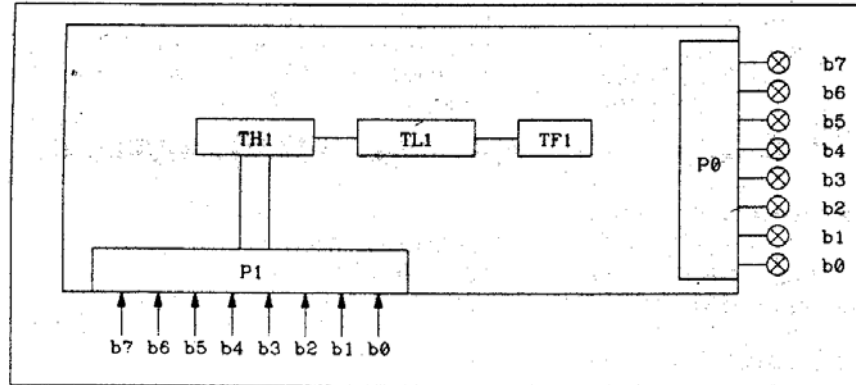

Figura 8.9
- **Esquema del circuito (Figura 8.9)**